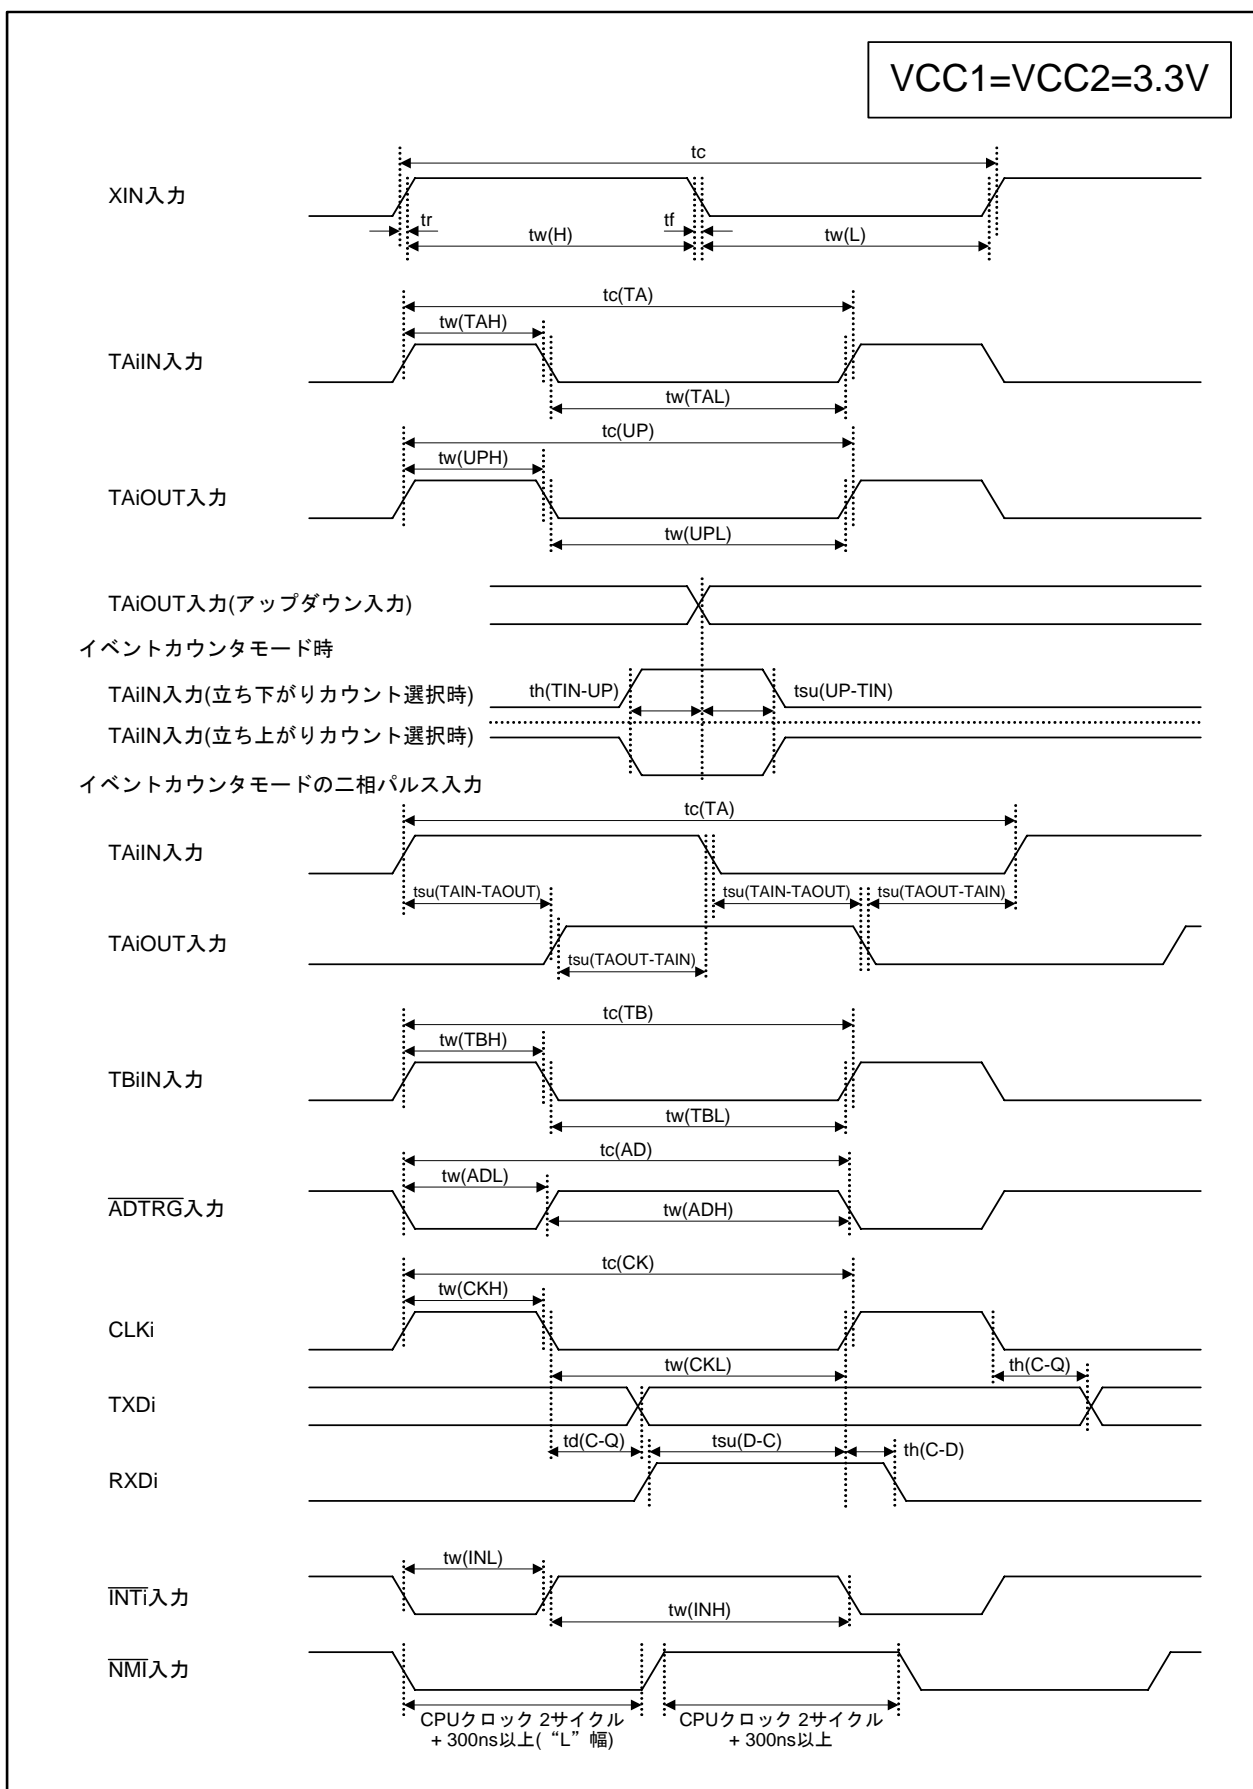

図 5.7 VCC1=VCC2=3.3V 時のタイミング図 (1)
45、58	・ 図5.3、図5.7 「tw(ADH)」 追記